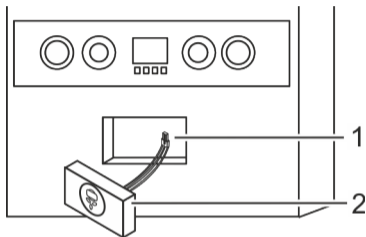

Fig. 9: Instalar el actuador (receptor)
4. Instale en la caldera el actuador montado (receptor) (Fig. 9/1).